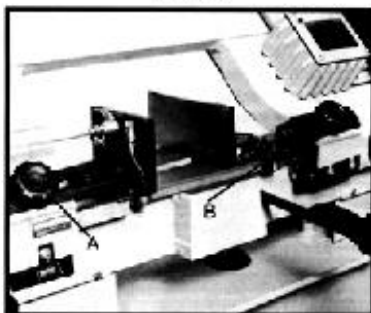

Fig.6
2. Ослабьте ручку (рис. 6) и болт (В) направляющих лезвия и опустите его максимально близко к материалу, но не допуская соприкосновения.